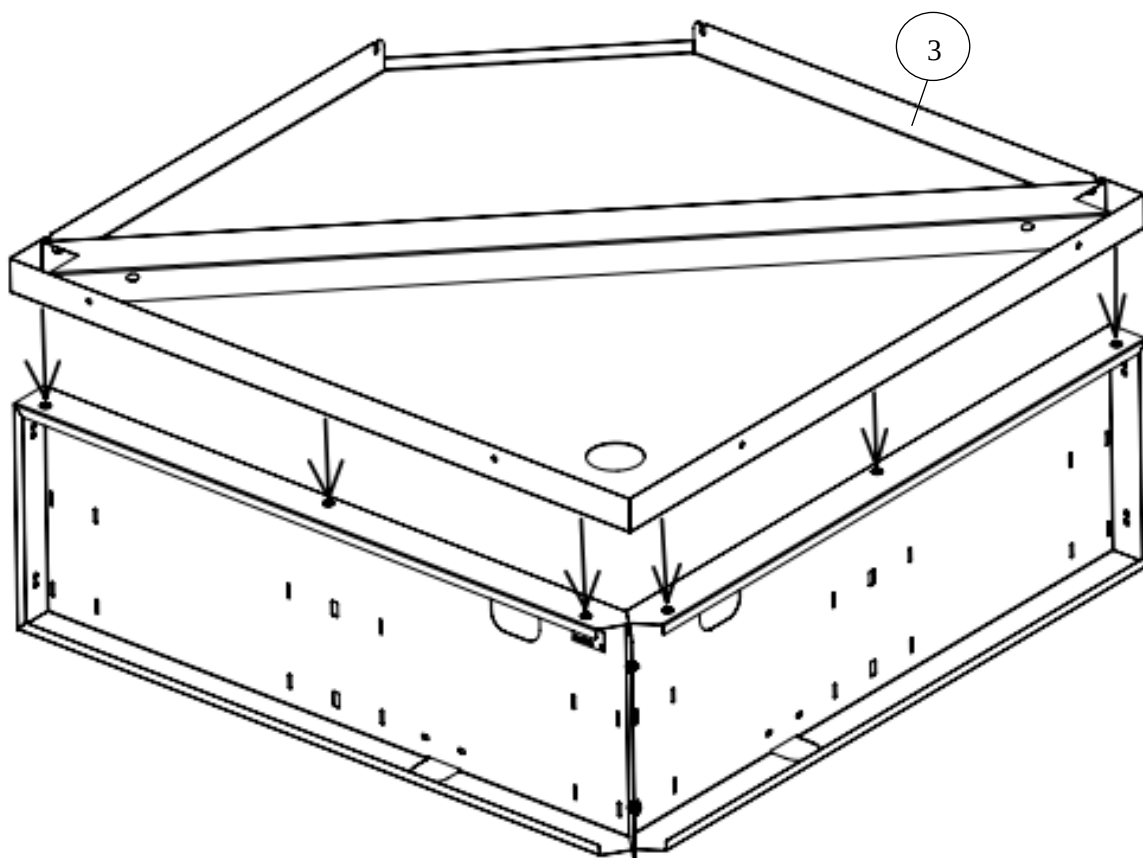

Рис. 2
Перевернуть конструкцию и прикрепить полку (3) к соединенным панелям (рис.2).